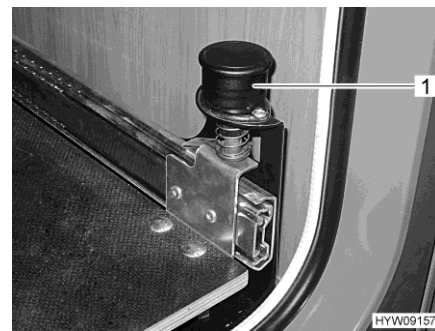

Fig. 118 Bouton avec arrêt
- Tirer le bouton (Fig. 118,1) vers le haut. L'extension du compartiment à gaz est déverrouillée.